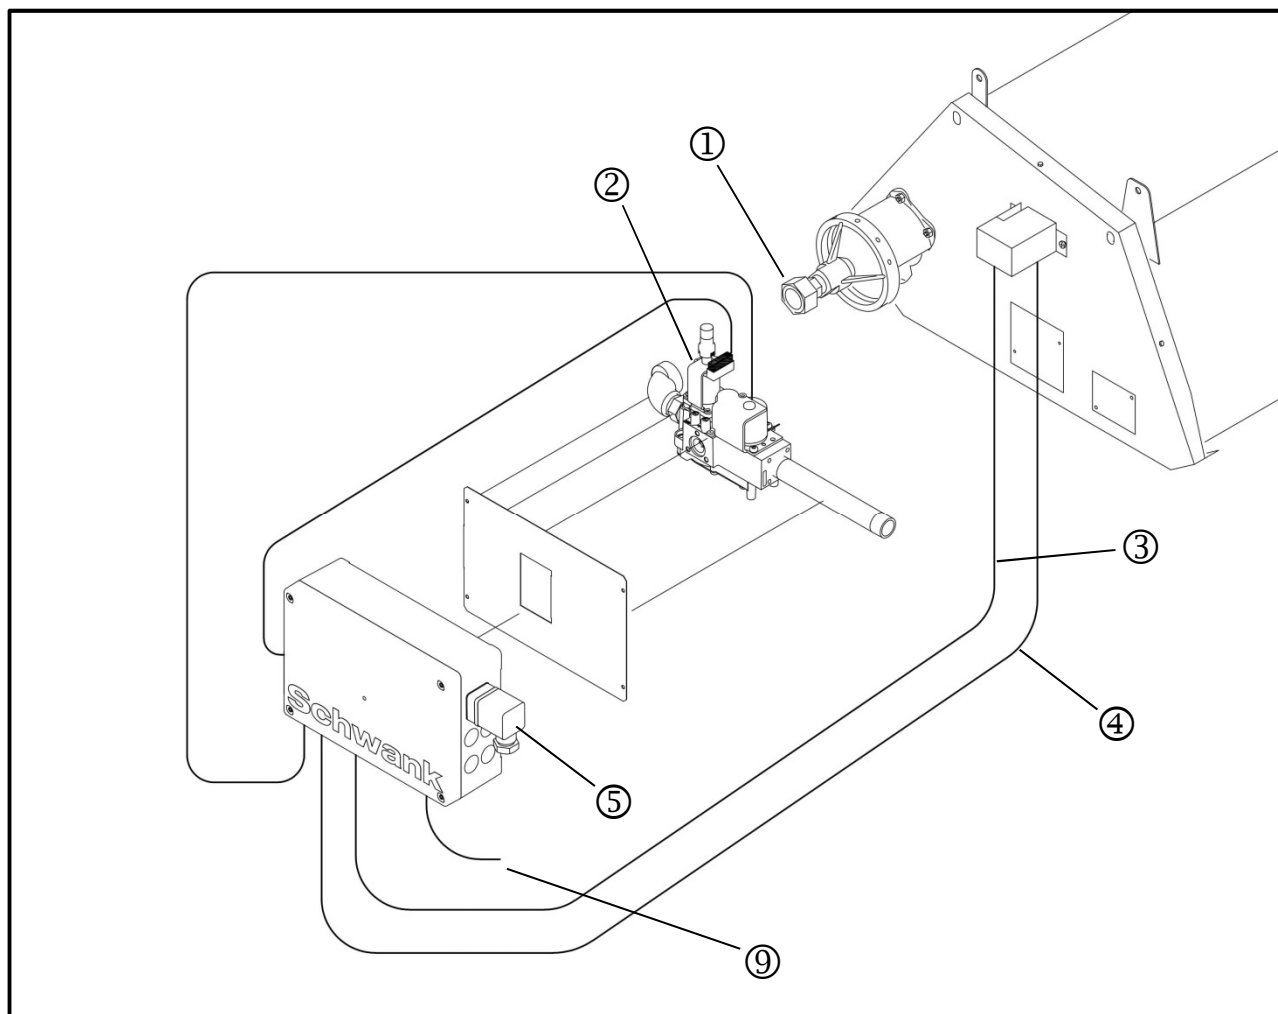

Fig. 19: Instalación de la unidad de ignición y de control
- ⇒ Conecte el calentador con la pieza de conexión (2) la unidad de ignición y control utilizando la unión roscada (1) (Fig. 19). Preste atención a que la conexión sea estanca para el gas.
- ⇒ Conecte el cable de ionización (4) con la toma de la unidad de ignición (Fig. 19).